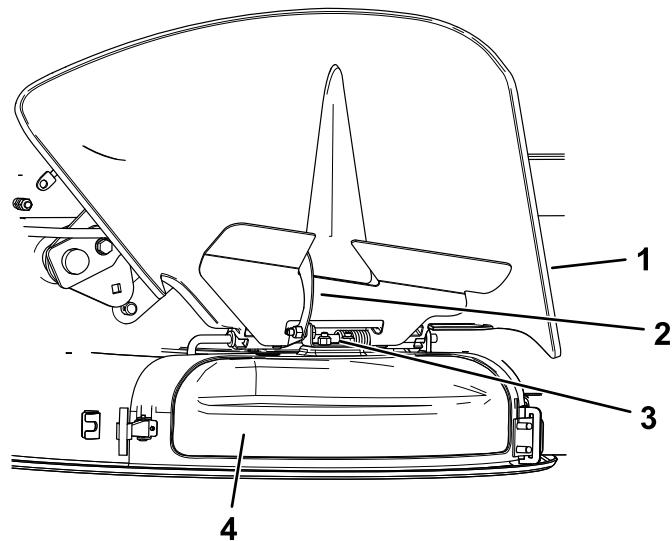

**Рисунок 13**
3. Наклоните металлический выступ на крышке выброса так, чтобы ввести его в паз в кронштейне, приваренном к деке газонокосилки (Рисунок 13).